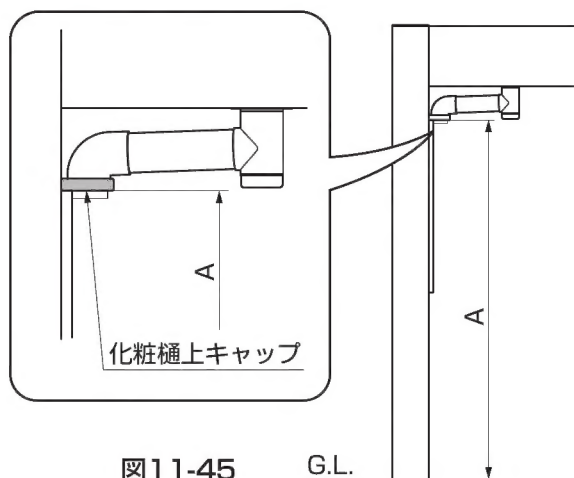

図11-45
- ① G.L.から化粧樋上キャップ下面までを実測してください。（図11-45参照）